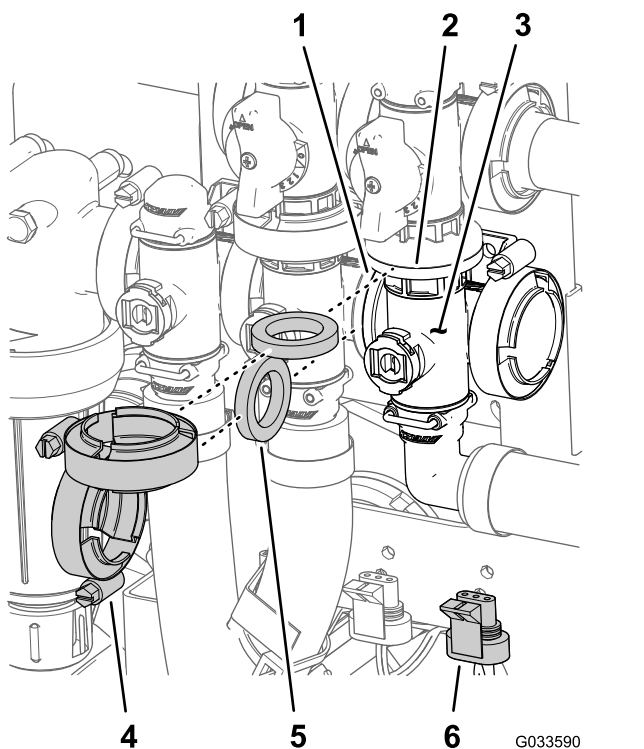

Figure 102
1. Retirez les colliers à bride et les joints qui fixent le collecteur de la vanne maîtresse des rampes (Figure 102) à la vanne de dérivation de la vanne maîtresse, la vanne d'agitation et le raccord coudé à bride à 90° (au bout du flexible du débitmètre).